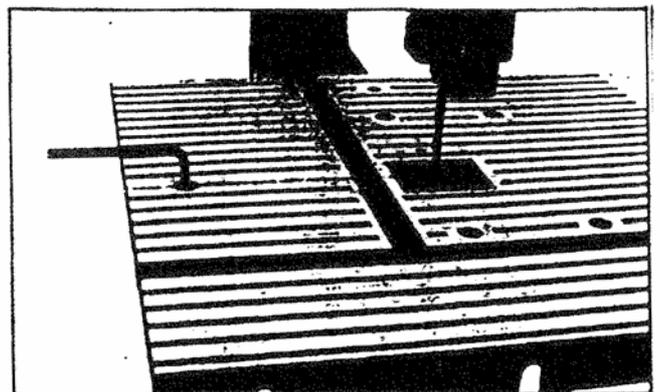

Abb. 5
5. Stellschraube (Gewindestift) wieder einsetzen Abb.5